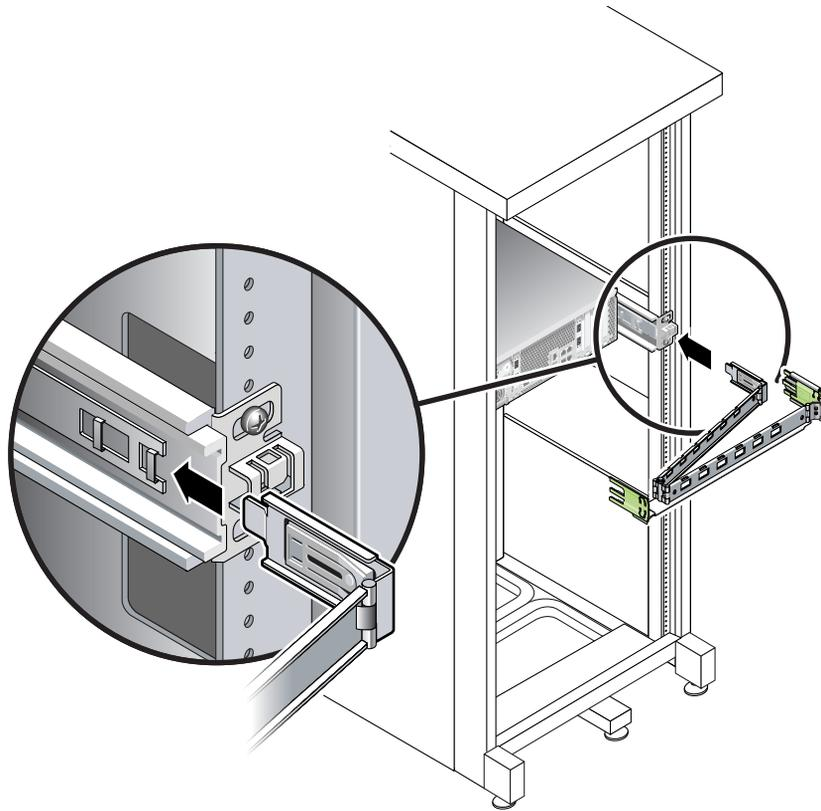

FIGURE 2-19 Montage du connecteur CMA interne
2. Insérez la plus petite des extensions dans le clip situé à l'extrémité du support de montage (FIGURE 2-19).